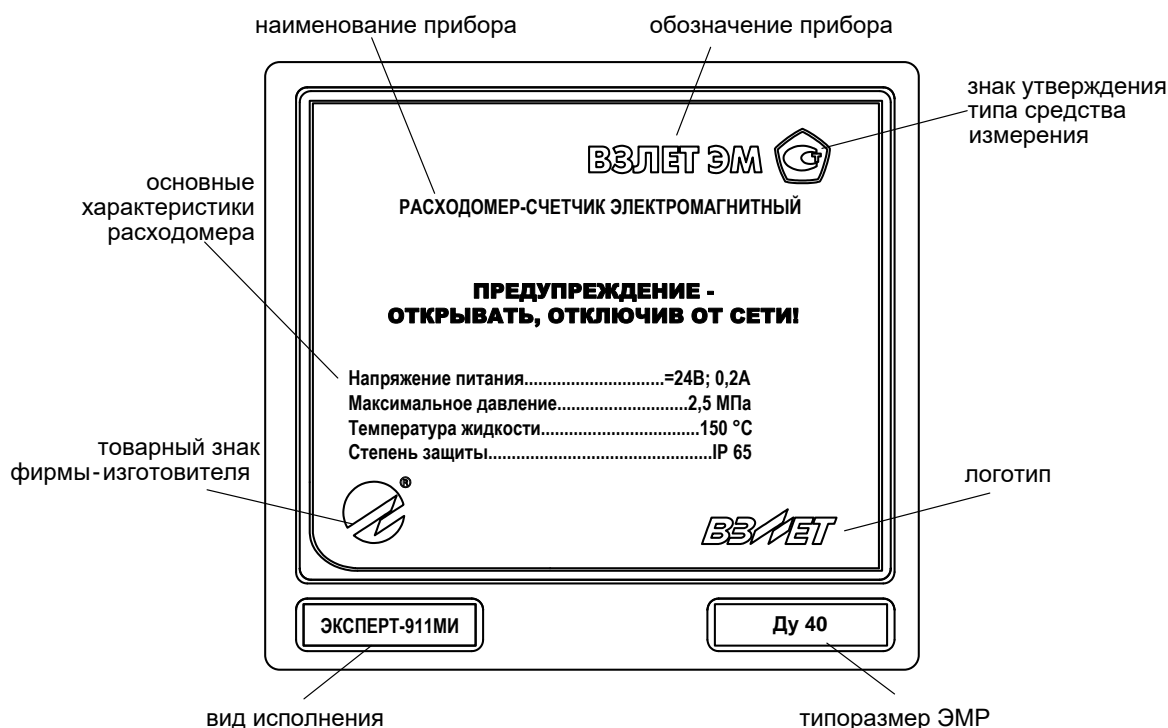

Рис.3. Вид маркировки блока измерения расходомера.
1.6.1. На передней панели блока измерения расходомера указываются (рис.3):